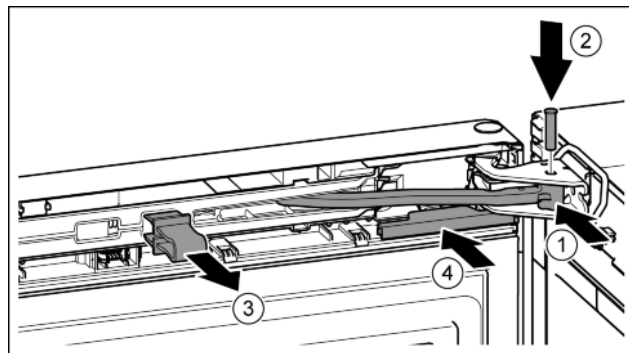

Fig. 45
- ▶ Поверніть шарнір в опорному кронштейні. Fig. 45 (1)
- ▶ Встановіть гвинт в опорний кронштейн та шарнір. При цьому виступ фіксатора повинен займати правильне положення в пазу. Fig. 45 (2)
- ▶ Зніміть запобіжник. Fig. 45 (3)
- ▶ Насуньте кришку. Fig. 45 (4)